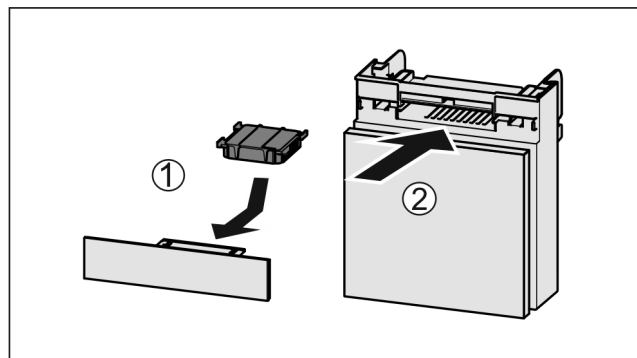

Fig. 133
- Insérer le filtre à charbon actif d'après le schéma Fig. 133 (1).
- Insérer le compartiment Fig. 133 (2).